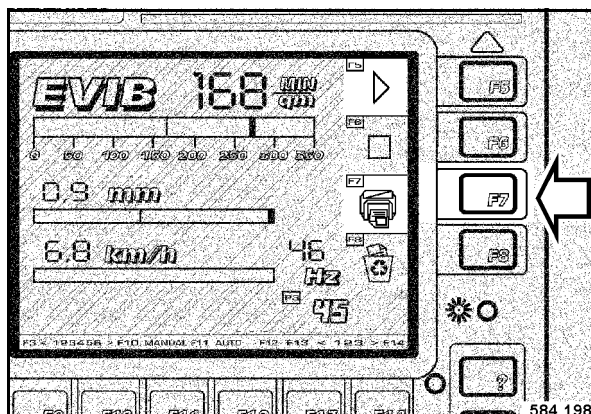

Fig. 129
- Después de terminar la medición pulsar la tecla F7 „DRUCKEN“ (imprimir) (Fig. 129).